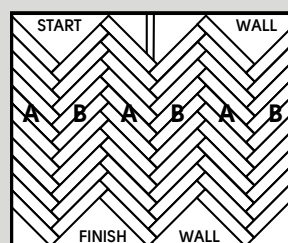

Fig. 8
9. Leg de rest van de B-planken. Doe hetzelfde aan de andere kant van de rij van originele B-planken met de A-planken. Voltooi het leggen met behulp van dezelfde methode terwijl u de afstandshouders op hun plek laat zitten en de rechte hoeken van het patroon aanhoudt (Fig. 8).